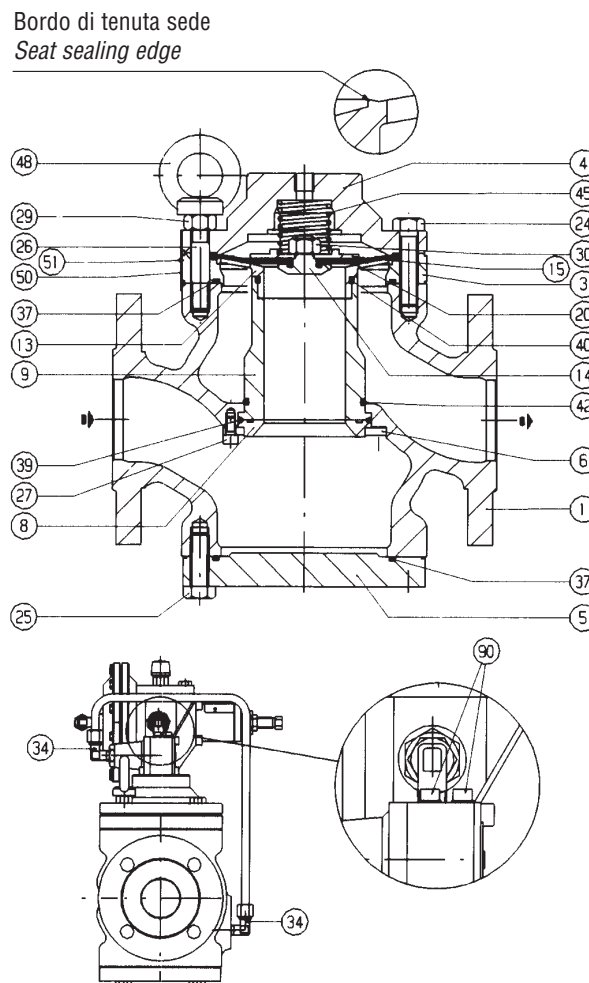

Fig. 25
6.1 TAB. 14 APERVAL REGULATOR (FIG. 25)
Regolatore singolo (fig. 25)**
Single regulator (fig. 25)**
- 1) Scollegare i tubi di collegamento tra i raccordi (33) e (34), e tra il pilota e la presa di pressione di valle.
- 2) Togliere le viti (90) (fig. 25) e staccare il gruppo AR73 + 30./.. dal coperchio (4) del regolatore.
- 3) Togliere le viti (71) e sollevare il coperchio.
- 5) Svitare i golfari (79) e i dadi (68), e sollevare la flangia (58).
- 6) Estrarre il cestello (64) con le guarnizioni (87) e (88).
- 7) Togliere i tiranti (66) e (67) e il fasciame (60).
- 8) Togliere le viti (69), le rondelle (70) e quindi la flangia (59).